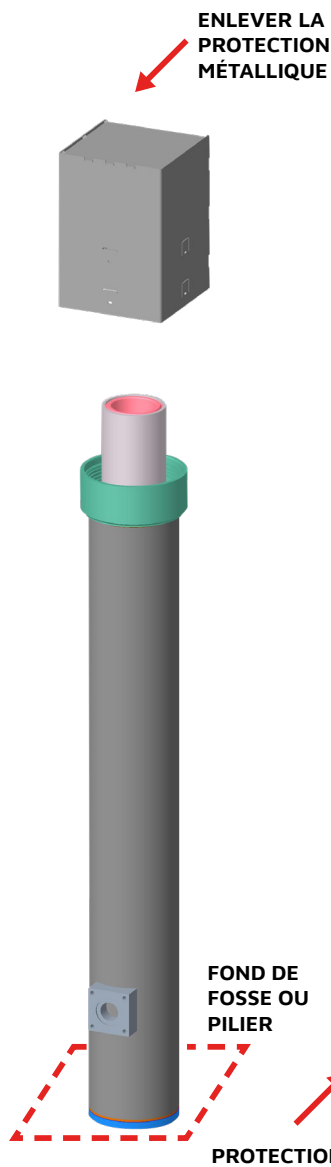

Fig 4
5. Retirer avec précaution la tige du cylindre à l'aide d'un palan, en maintenant le cylindre immobile. Retirez la protection métallique du piston inférieur, retirez la protection en papier bulle et papier de protection. (Fig 4)